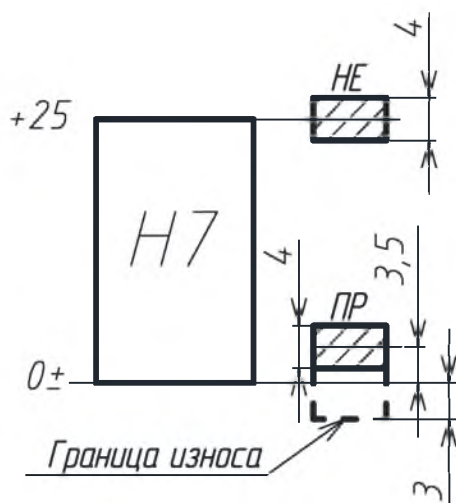

Рисунок 2 – Схема расположения полей допусков рабочих калибров Ø40H7
1) Найти по таблицам стандарта отклонения на рабочие, приемные и контрольные калибры. Построить схему расположения полей допусков калибров относительно поля допуска контролируемого отверстия втулки (рисунок 2).